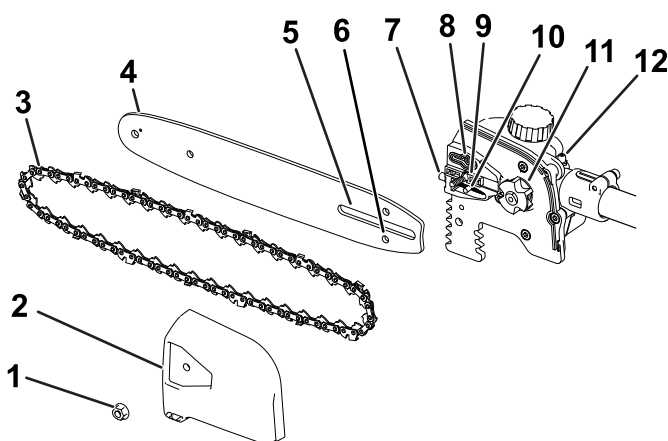

Figure 15
2. Déposez le couvercle latéral; tournez la vis de l'étui du guide-chaîne dans le sens antihoraire jusqu'à ce que la vis puisse être retirée, puis déposez le couvercle latéral (Figure 15).
Important: Vérifiez que le goujon de réglage de la chaîne est bien inséré dans la fente correspondante sur le guide-chaîne (Figure 15).
Vous devez peut-être tourner la vis de réglage de tension de la chaîne pour pouvoir enfilez le goujon dans la fente du guide (Figure 15).
7. Contrôlez la sortie d'huile (Figure 15) et enlevez les débris éventuellement présents.
2. Nettoyez le graisseur avec un chiffon (Figure 15).